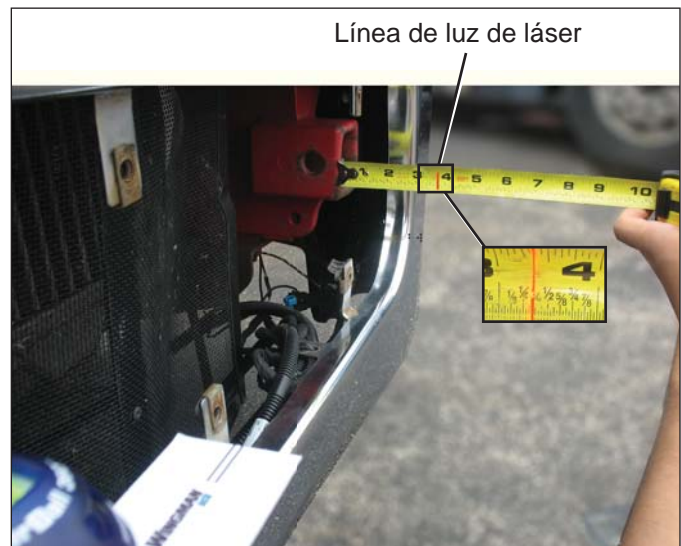

FIGURA 33 – VERIFICACIÓN DE LA ALINEACIÓN LATERAL
5. Utilice una regla o cinta métrica y mida la distancia desde un punto asimétrico en el vehículo (como los ganchos de remolque) a la línea de la luz del láser. Registre esta medición. *Consulte la figura 33.*